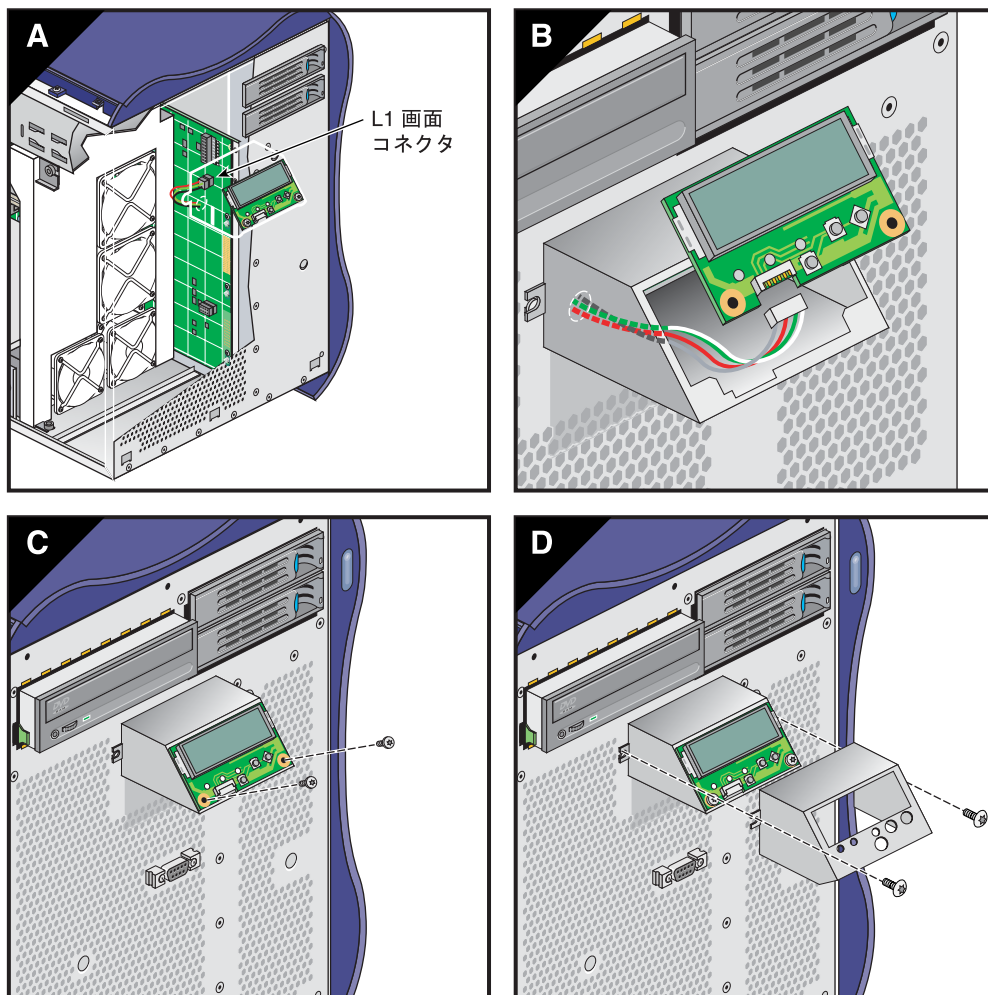

図 3-38 L1 画面ケーブルの取付け
8. 新しく取付ける L1 画面ケーブルの L1 画面ボード・コネクタを、筐体正面の穴へ通します。留め具を穴に装着します（図 3-38 を参照）。
9. インタフェース・ボードと L1 画面ボードに新しい L1 画面ケーブルを接続します（図 3-38 を参照）。
10. 2 本のねじを取付けて、L1 画面ブラケットに L1 画面ボードを固定します（図 3-38 を参照）。
11. ブラケットのフックを筐体の穴に合わせます。フックを穴に挿入して押下げ、筐体正面にハウジングを装着します (図 3-38 を参照)。
12. L1 画面ブラケットの上に外カバーをスライドさせてかぶせます。2 本のねじを取付けて、筐体正面に L1 画面ブラケットを固定します (図 3-38 を参照)。